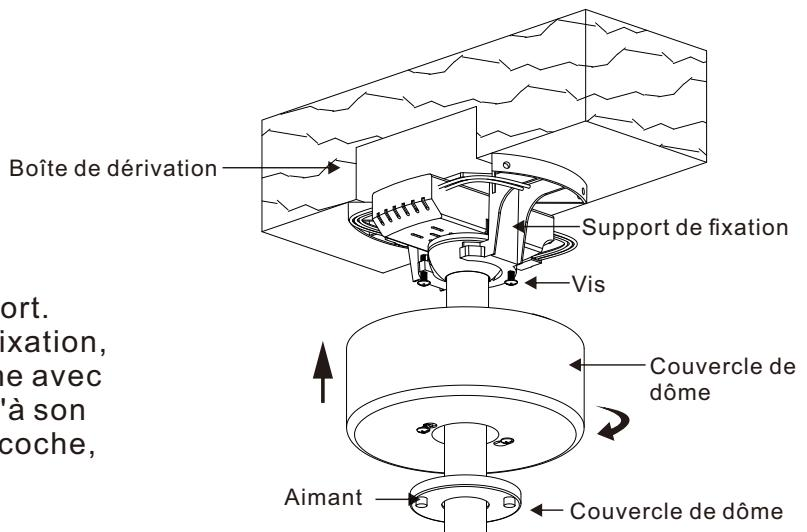

Figure 18
Étape 2 : Desserrer les deux vis du support. Faire glisser le dôme vers le support de fixation, aligner l'encoche en forme de clé du dôme avec les vis du support, tourner le dôme jusqu'à son verrouillage dans la partie étroite de l'encoche, puis resserrer les deux vis. (Voir fig. 18)